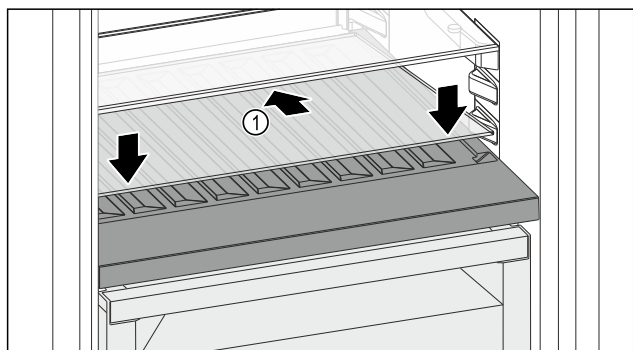

Fig. 223
- Posizionare il ripiano di vetro Fig. 223 (1) inclinato indietro e verso il basso.
- Abbassare la parte anteriore del ripiano di vetro Fig. 223 (1).